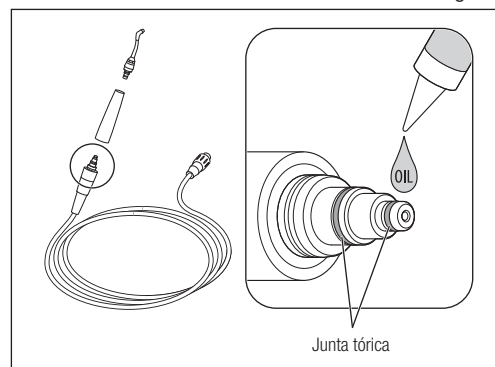

Fig. 44
- 4) Aplique una gota del aceite para turbina suministrado y extiéndalo con el dedo (Fig. 44).